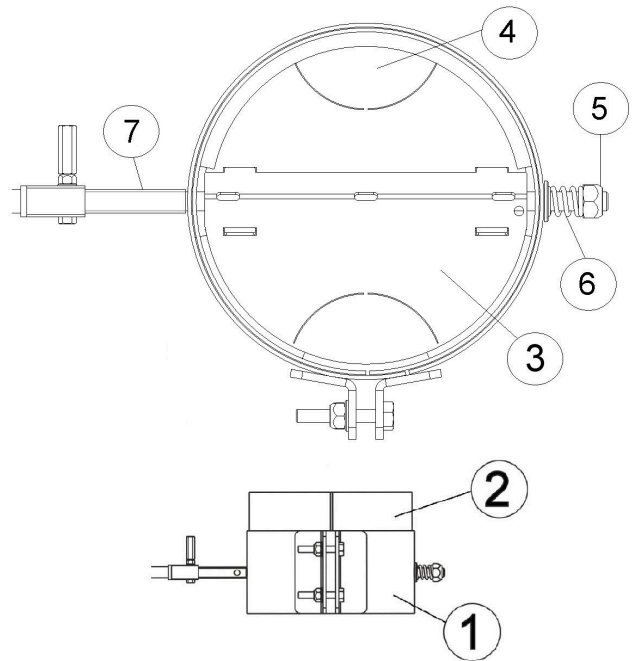

Abb. 1: Bauteile der Drosselklappe
- 1 Notwendigen freien Querschnitt der Drosselklappe durch Ausbrechen der Klappenfläche (Pos 4 - "Abbildung 1: Bauteile der Drosselklappe", Seite 5) herstellen.
- 3 Druckfeder (Pos 6 - "Abbildung 1: Bauteile der Drosselklappe", Seite 5) durch lösen der Sechskantschraube (Pos 5 - "Abbildung 1: Bauteile der Drosselklappe", Seite 5) soweit entspannen, dass die Drosselklappe leichtgängig betätigt werden kann.